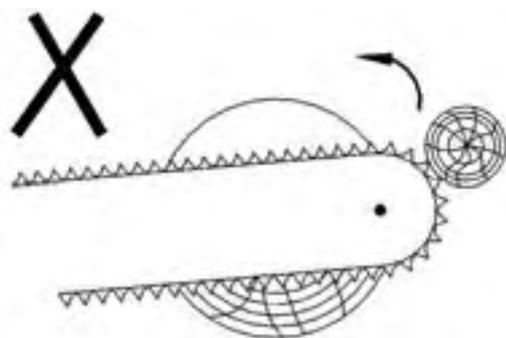

Рисунок 15
- а) Не обрезать одновременно два или несколько сучьев, а также сучья, находящиеся под нагрузкой и свисающие вниз (рисунок 15);